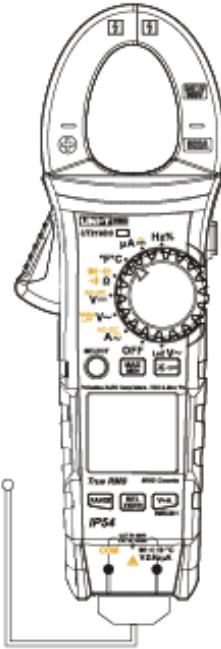

Рис.12.
- 2) Вставьте штекер термопары типа K в гнездо, как показано на рис.12